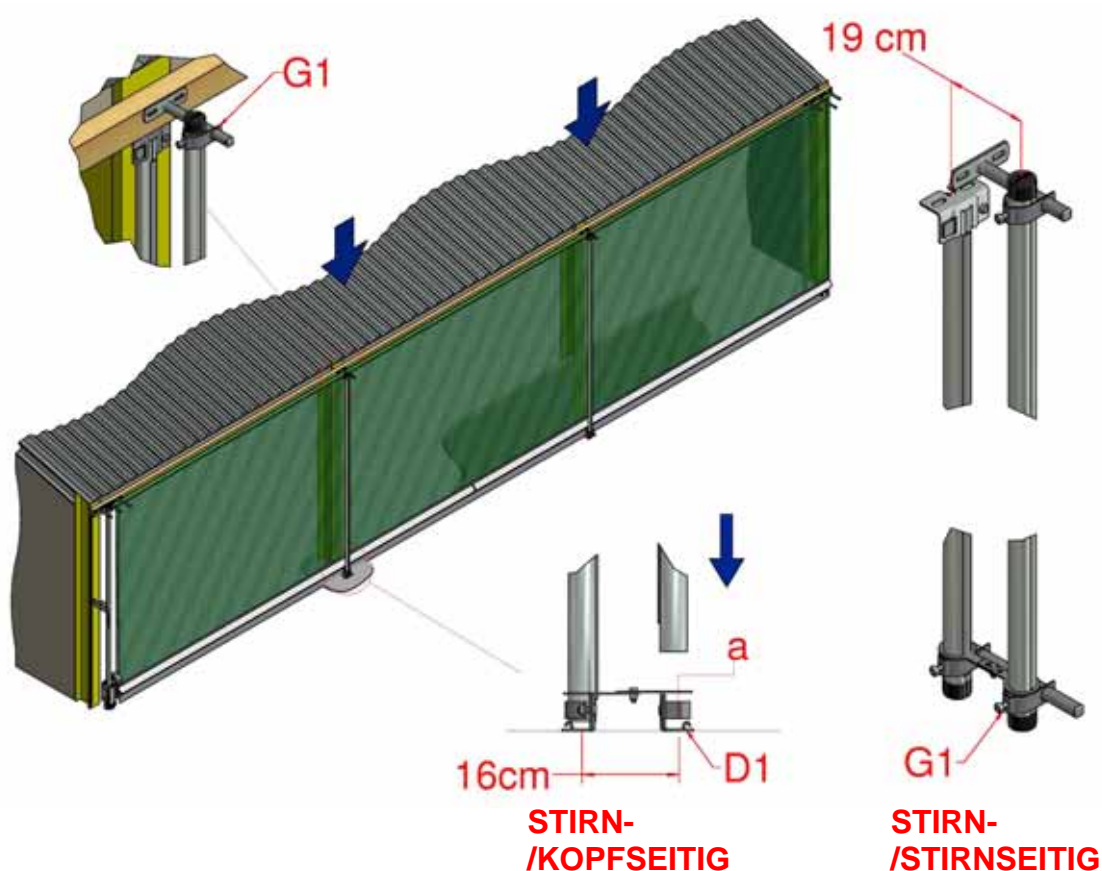

Abbildung 18: Montage des äußeren Führungsrohrs
- 4.8 Alle mittleren äußeren Führungsrohre zwischen den oberen und unteren Halterungen montieren, mit Ausnahme derjenigen, die für die Endabdeckungen vorgesehen sind, wie in Abbildung 18 gezeigt.